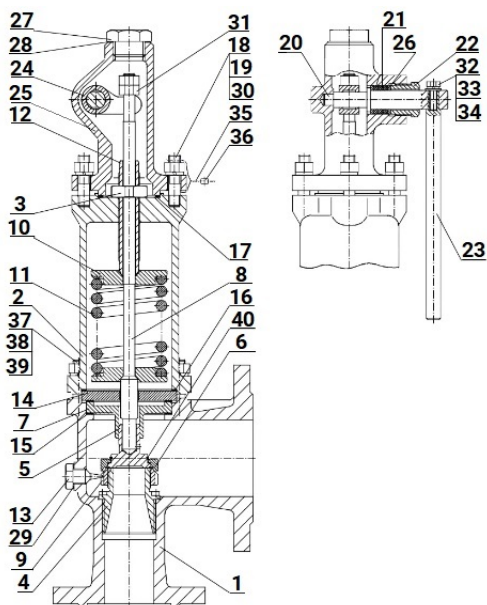

Рисунок 3
7.8. Полную разборку КПП следует выполнять в следующем порядке (см. рисунок 3):
- снять пломбу (35), (36);
- вывернуть болт (32), снять шайбы (33), (34);
- извлечь рычаг (23) из оси (20);
- отвернуть гайки (19), снять шайбы (30), снять колпак (3);
- вывернуть гайку (22), извлечь кольца (26) и уплотнение (21);
- извлечь ось (20) и вилку (24) из колпака (3);
- вывернуть пробку (27), снять прокладку (28);
- отвернуть гайки (31) со штока (8);
- вывернуть шпильки (18) из крышки (2), извлечь прокладку (17);